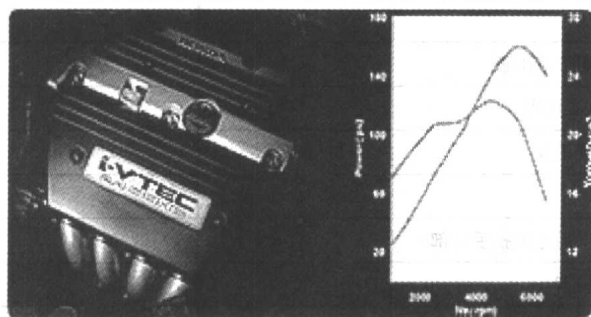
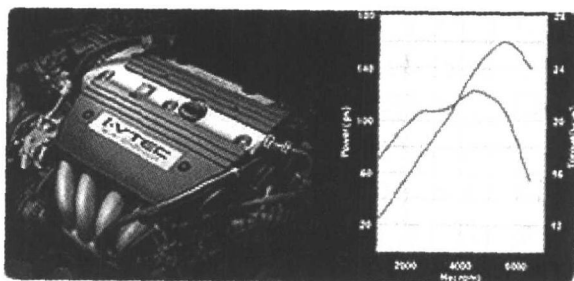
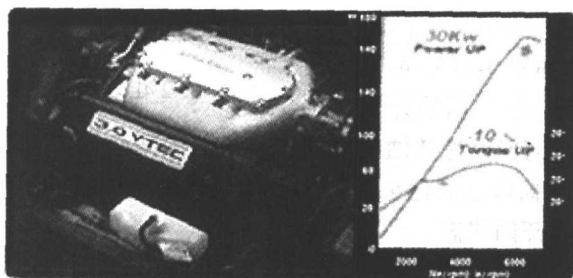

图 1-1 2.0L DOHC I-VTEC 发动机外观及性能曲线
图 1-2 2.4L DOHC I-VTEC 发动机外观及性能曲线
图 1-3 3.0L V6 SOHC VTEC 发动机外观及性能曲线
2.0L DOHC I-VTEC 发动机外观及性能曲线见图 1-1，2.4L DOHC I-VTEC 发动机外观及性能曲线见图 1-2，3.0L V6 SOHC VTEC 发动机外观及性能曲线见图 1-3。